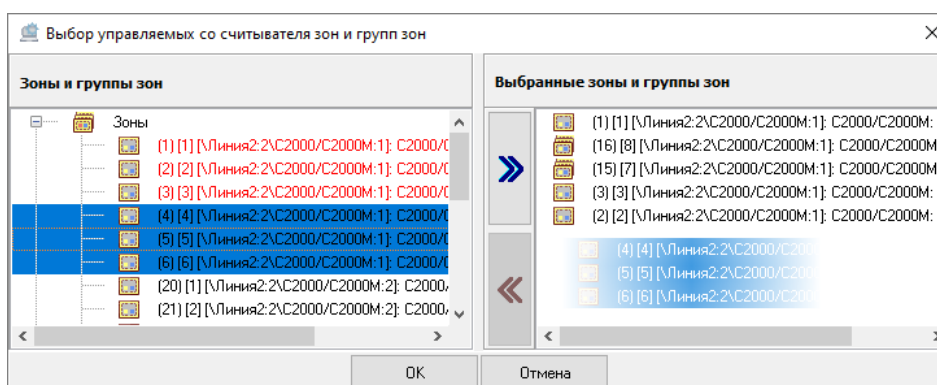

Рисунок 6-401 Выбор нескольких зон и групп зон в качестве управляемых со считывателя перетаскиванием
- выделите одну или несколько зон/групп зон в поле «Зоны и группы зон» (для выделения сразу нескольких зон/групп зон нажмите на клавиатуре и удерживайте клавишу <Shift> для выбора диапазона или клавишу <Ctrl> для комбинированного выбора) и перетащите выделенные зоны/группы зон в поле «Выбранные зоны и группы зон» (см. Рисунок 6-401);